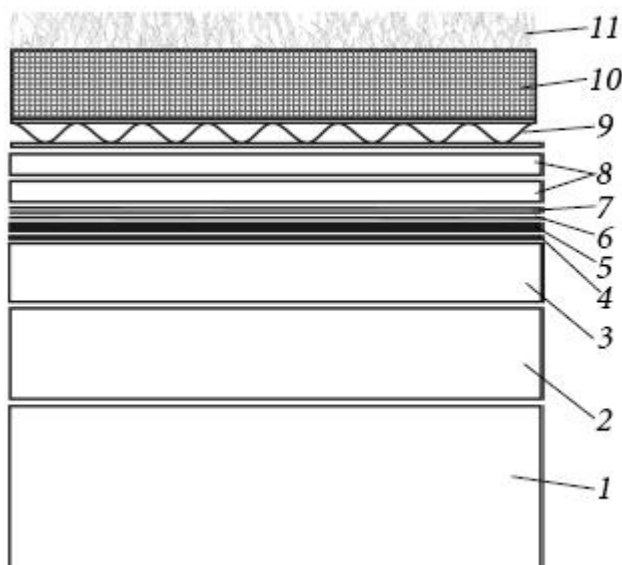

Рис. 41. Инверсионная «зеленая»
4. По первому слою гидроизоляции устраивают второй слой из специального гидроизоляционного материала для озелененных крыш (рис. 41).